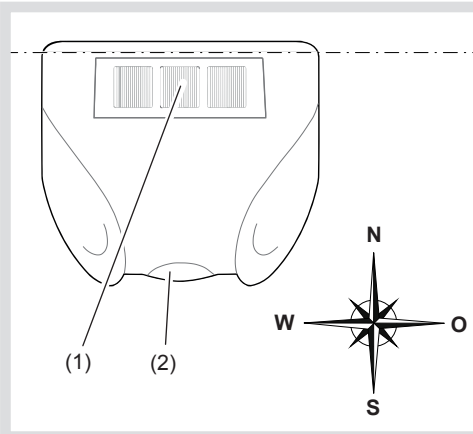

Figura 3: orientación hacia el Sur y horizontal
- Montaje horizontal en exteriores de edificios (figura 3), preferiblemente en el terrado o en la fachada
- Orientar el aparato hacia el Sur con ayuda de una brújula (figura 3).
- Orientar horizontalmente el aparato en sentido transversal con un nivel de burbuja (figura 3).